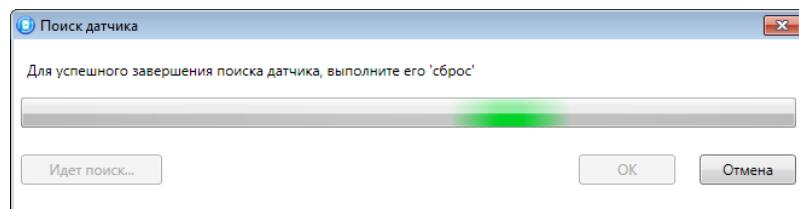

Рисунок 3.4 — Поиск радиоустройства
3. После нажатия кнопки *OK* начнется поиск радиоустройства ППК (см. рисунок 3.4). Для того чтобы радиоустройство было обнаружено, его следует перевести в режим связывания, как описано в п. 4.